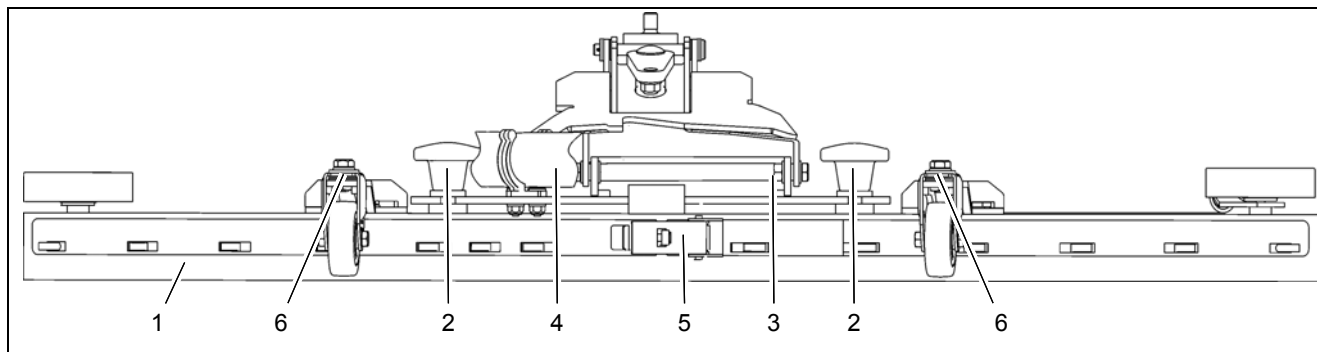

Fig.1
Verifique o rodo (Fig. 1/1) diariamente e limpe-o se necessário.
Para limpar solte o rodo de aspiração, solte a mangueira de aspiração (Fig. 1/4), desaperte as duas fêmeas de aperto (Fig. 1/2) e remova o rodo.
Verifique semanalmente se há sinais de desgaste nos lábios de aspiração do rodo (Fig. 1/1). Os lábios de aspiração podem ser utilizados quatro vezes, rodando-os..
3. Desaperte o fecho de segurança (Fig. 1/5) e remova o lábio de aspiração. Vire o lábio de aspiração ou instale um novo, se necessário.